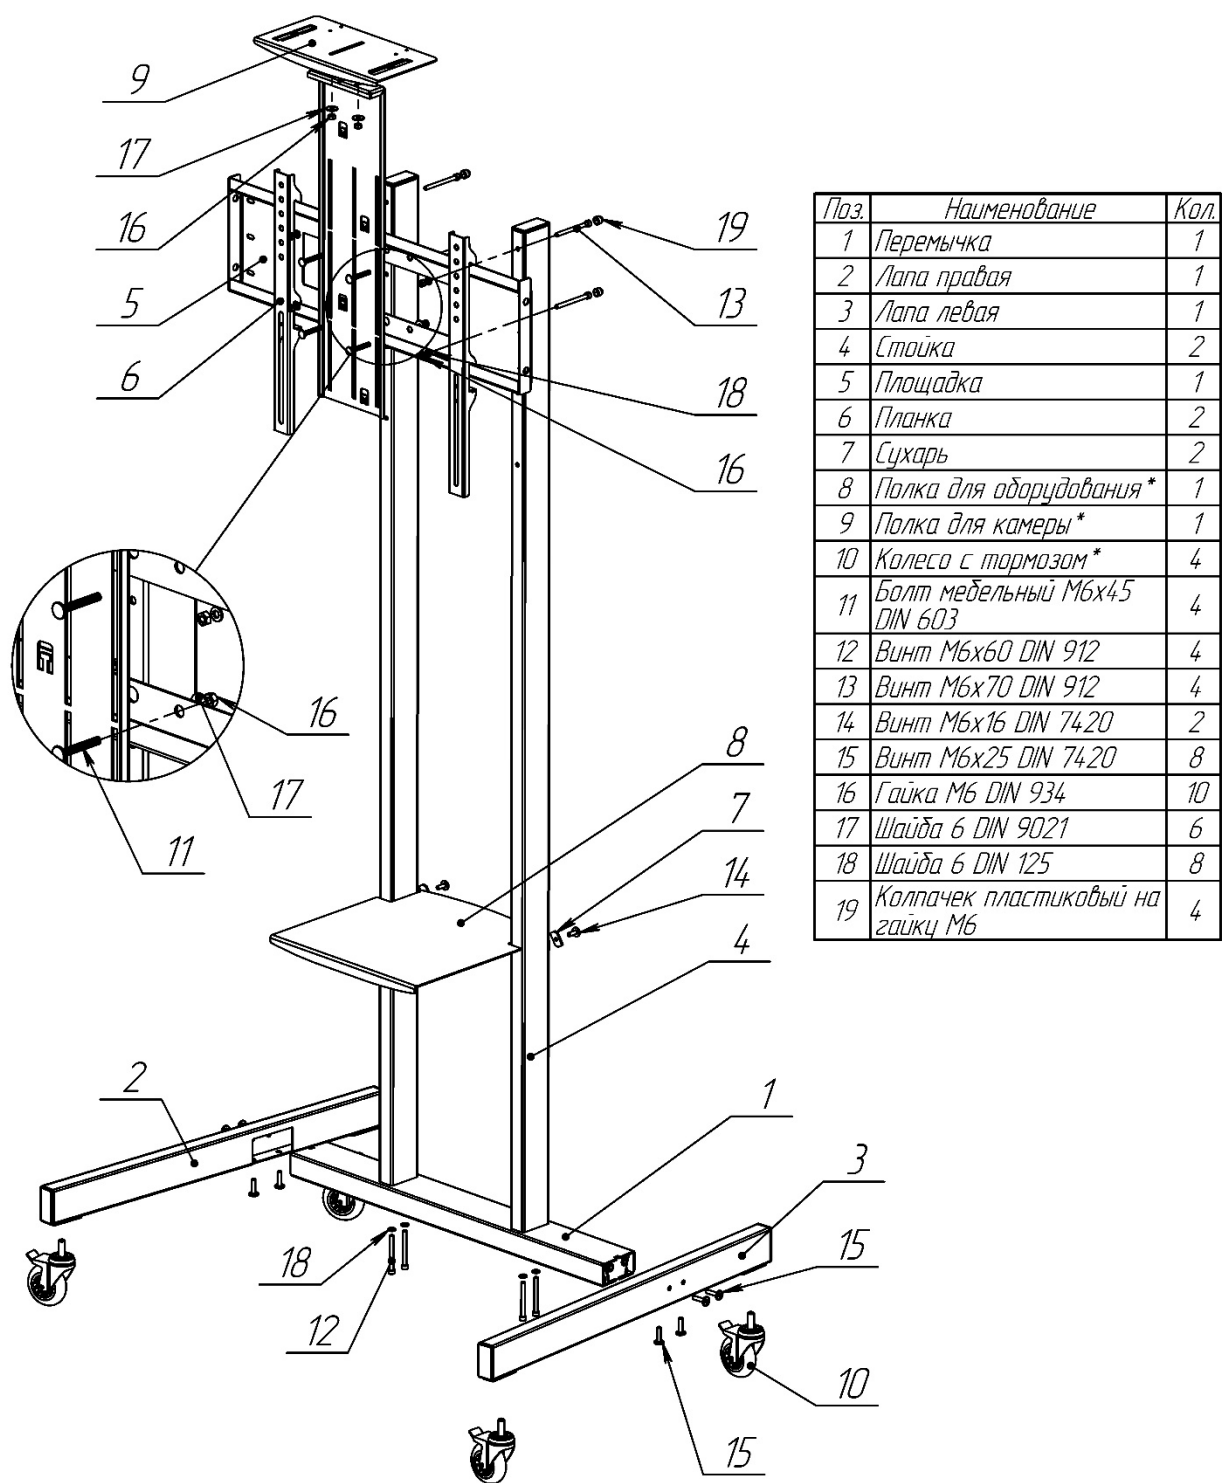

Рис. 2 – Сборка стойки
1. Соединить лапу левую (поз. 3) и лапу правую (поз. 2) с перемычкой (поз. 1) при помощи винтов M6x25. См. рис. 2, 3.
2. Присоединить колеса (поз. 10) к лапам (поз. 2 и 3). См. рис. 2, 3.
3. Закрепить стойки (поз. 4) на перемычке (поз. 1) при помощи винтов M6x60 и шайб 6. См. рис. 2, 3.
5. Собрать полку для камеры (поз. 9) при помощи гаек М6 и шайб 6 увеличенных. См. рис. 2, 5.
6. Закрепить полку для камеры (поз. 9) на площадке (поз. 5) при помощи болтов мебельных М6х45, шайб 6 увеличенных и гаек М6. См. рис. 2, 5.
7. Закрепить полку для оборудования (поз. 8) на стойках (поз. 4) при помощи винтов М6х16 и сухарей (поз. 7). Сухари закладывать внутрь стойки. См. рис. 2, 6.